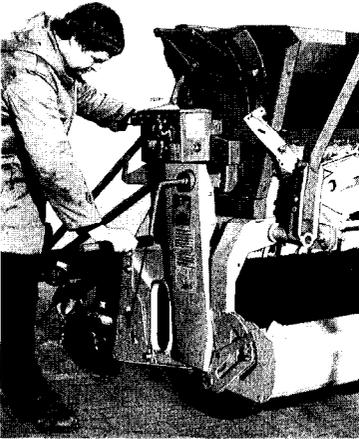

Fig. 51
- Abdrehkurbel (Fig. 51/1) in die Aufnahme im Zwischentrieb stecken und rechts herum drehen, bis Saatgut aus allen Sägehäusern (Fig. 52/3) in die Abdrehmulden fällt.